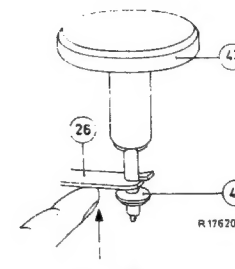

Fig. 18
3. Apparat in Stellung "EIN" stellen. (Siehe Abb. 18).